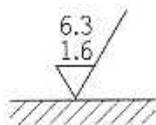

図4 両側許容限界値の場合の上限，下限の指示
- G. 図4は算術平均粗さ（ $Ra$ ）で上限，下限を指示した例です。理解していますか。